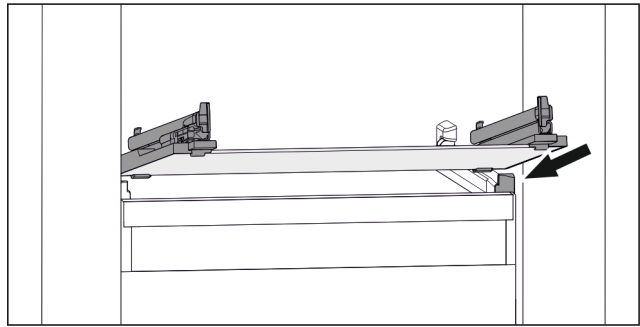

Fig. 112 Exemple de représentation de la tablette en verre
- Placer la tablette en verre, en l'inclinant, derrière les butées. (voir Fig. 112)